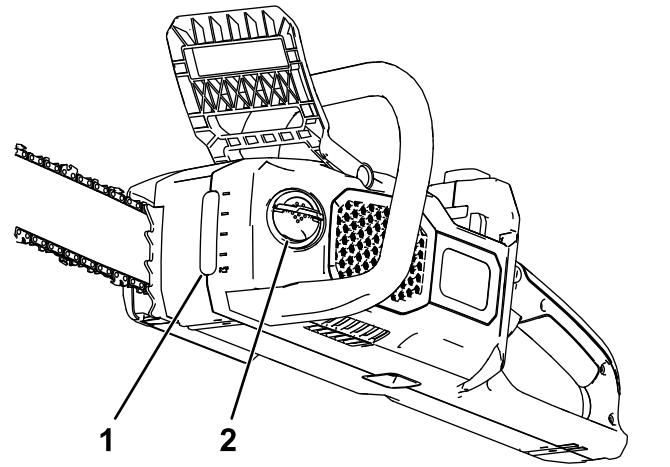

Bild 24
2. Prüfen Sie den Ölstand im Schauglas. Wenn das Öl im Ölschauglas nicht sichtbar ist, füllen Sie je nach Bedarf Kettenöl nach (Bild 24).
4. Reinigen Sie den Bereich um den Öldeckel (Bild 24).
5. Klappen Sie die Flügelmutterlasche an der Öldeckellasche auf, entfernen Sie den Deckel und gießen Sie Kettenöl in den Tank der Kettensäge (Bild 24).